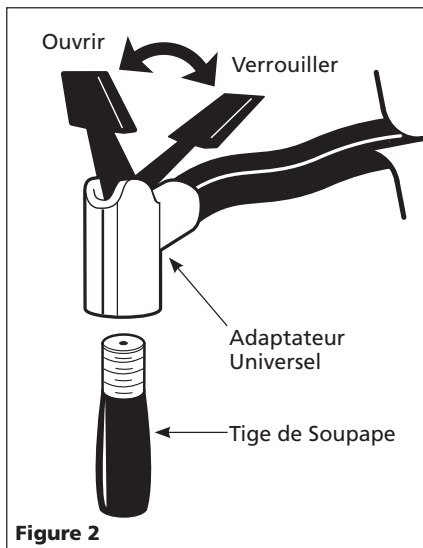

Figure 2
2. Fixez l'adaptateur universel (voir la Figure 2) du gonfleur à la tige de la soupape avec le levier en position vers le haut. Assurez-vous de presser entièrement l'adaptateur vers le bas sur les filets de la tige de la soupape. Lorsque l'adaptateur universel est bien en place, pressez sur le levier de verrouillage vers le bas pour verrouiller sur la tige de la soupape.